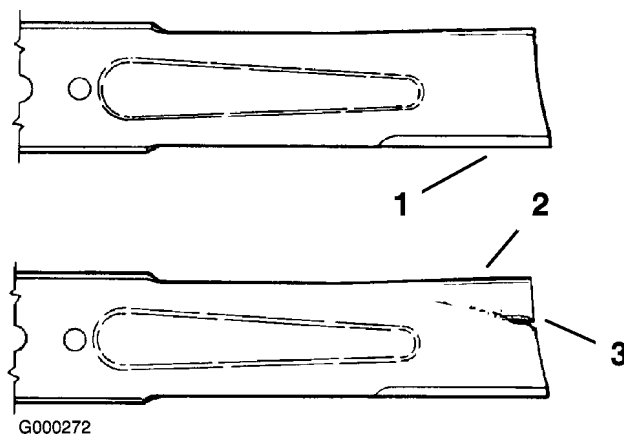

Figure 68
1. Examinez le tranchant des lames (Figure 68).
2. Inspectez les lames, surtout la partie incurvée (Figure 68).
Remplacez immédiatement toute lame endommagée, usée ou qui présente une entaille (Figure 68).